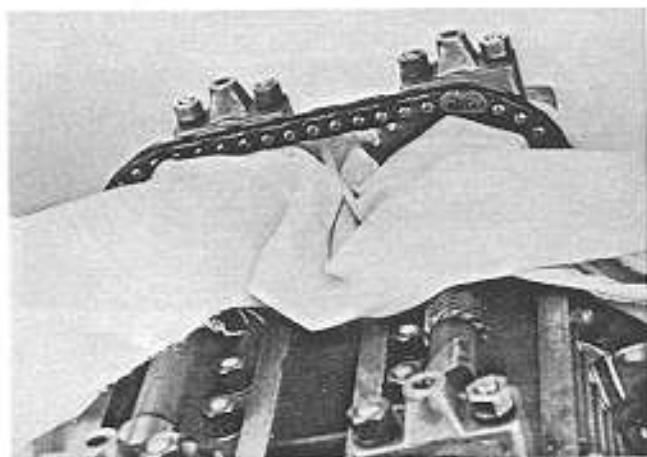

Fig. 10
- Coprire l'apertura del passaggio catena distribuzione con un panno pulito (Fig. 10). Accertarsi che nessun pistone si trovi in prossimità del PMS (se necessario ruotare leggermente l'albero motore).
- Cover the cam chain housing with a clean cloth (Fig. 10). Make sure that all the pistons are approx at midstroke (if needed, slightly rotate the crankshaft).